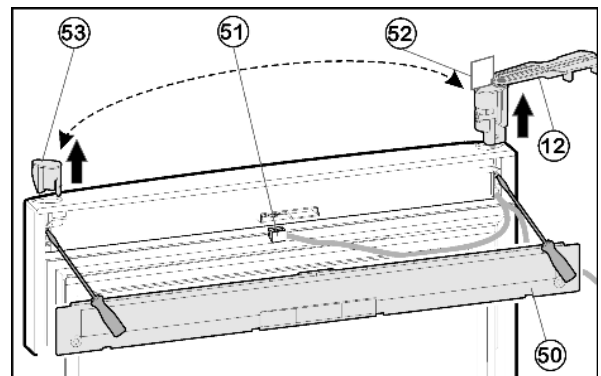

Fig. 9
- ▶ Снимите крышку Fig. 9 (50) на дверце с помощью отвертки.
- ▶ Отсоедините разъем Fig. 9 (51).
- ▶ На верхней дверце поверните опорный кронштейн Fig. 9 (12) наружу параллельно краю дверцы.
► При помощи отвертки вытолкните опорный кронштейн Fig. 9 (12) снизу и снимите с двери вместе с кабелем.
► Извлеките пробку Fig. 9 (53) снизу при помощи отвертки и вставьте на другой стороне.
► Проденьте кабель опорного кронштейна Fig. 9 (12) на противоположной стороне и установите опорный кронштейн.
► Снимите шаблон Fig. 9 (52) и закрепите на опорном кронштейне.
► Вставьте разъем Fig. 9 (51).
► Зафиксируйте крышку Fig. 9 (50) на дверце.